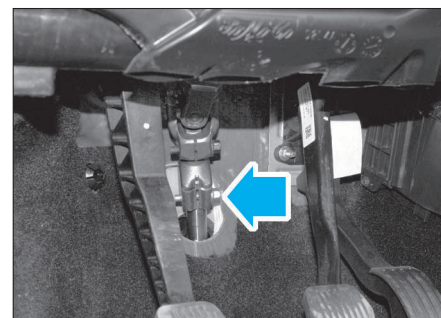

FIG. 6
- Desserrer la vis de fixation de colonne de direction sur la crémaillère (Fig.6).